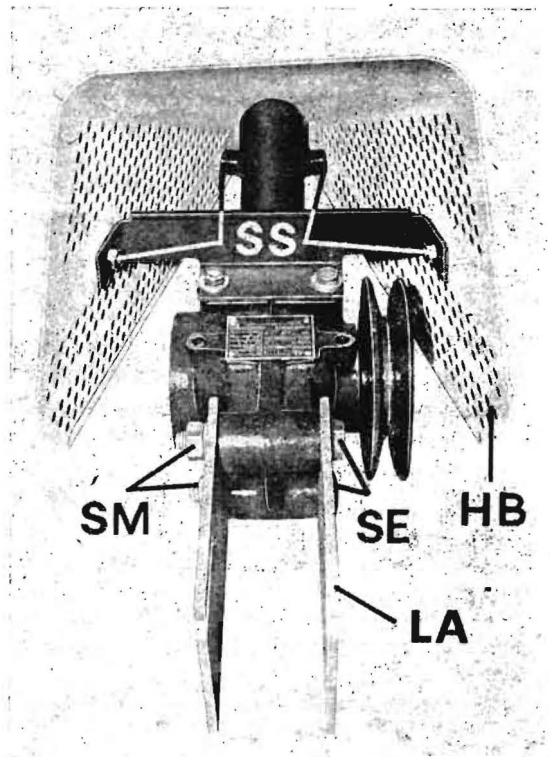

Bild 15/1
1. Sechskantmuttern (SM) an den beiden Laschen (LA) lösen
2. Sechskantschrauben (SE) herausziehen
3. Laschen abnehmen (Bild 15/1)